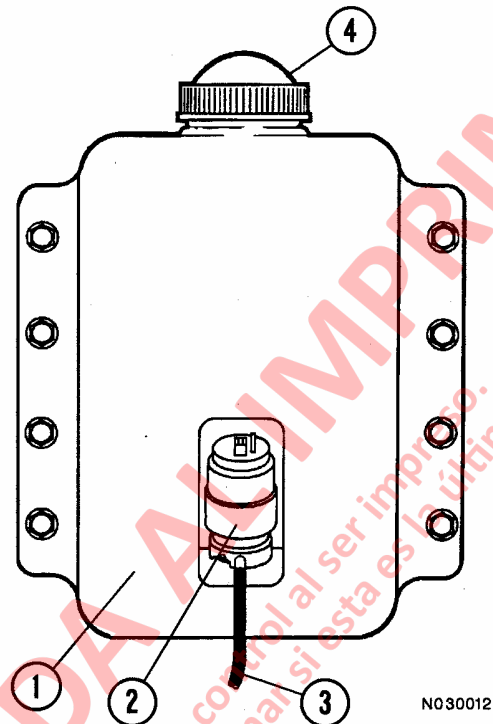

FIGURA 3-4. DEPOSITO DE LIQUIDO DEL LAVADOR DEL PARABRISAS Y BOMBA
El lavador del parabrisas, montado a la derecha del gabinete de componentes hidráulicos detrás de la cabina, tiene un depósito plástico de 3.8 litros (1 galón) (1, Figura 3-4), con una bomba eléctrica de 24 volts (2).